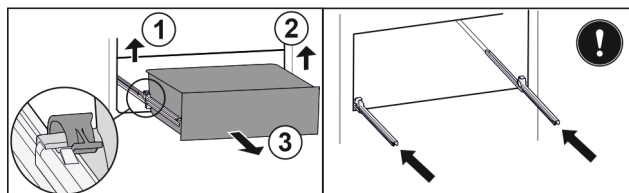

Fig. 224
- Sollevare il morsetto sinistro e allo stesso tempo tirare in avanti il cassetto sinistro. *Fig. 224 (1)*
- Sollevare il morsetto destro e allo stesso tempo tirare in avanti il cassetto destro. *Fig. 224 (2)*
- Rimuovere il cassetto tirandolo in avanti. *Fig. 224 (3)*